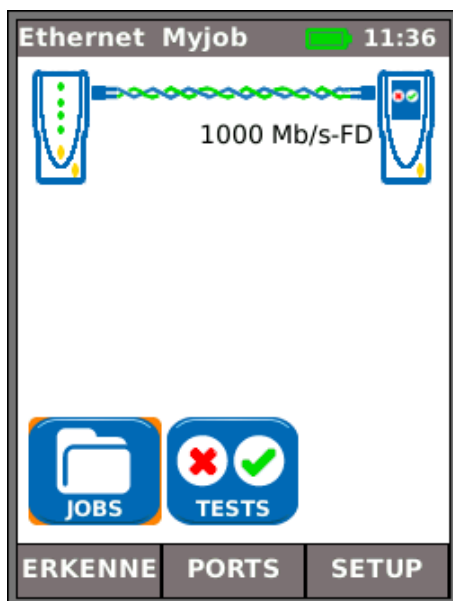

Abb. 8
(1) Bei direktem Anschluss von Display- und Remote-Handgerät über Kupfer- oder Glasfaserkabel: den Softkey ERKENNE (F1) drücken, um alle verfügbaren Optionen aufzurufen (Abb. 8). Neben Verdrahtungstests (Kupfer) kann auch die Kabelleistung geprüft und gemessen werden. Für eine vollständige Beschreibung dieser Optionen siehe *Beschreibung des Testmenüs - Ethernet-Modus, Seite 24*.